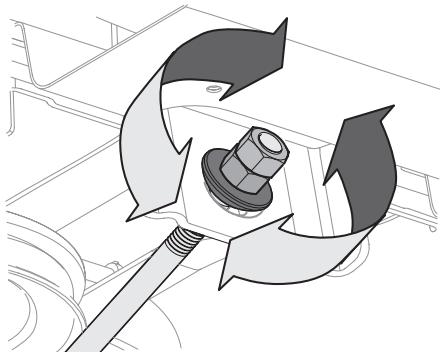

Figure 26
- Pour relever l'avant du plateau de coupe, desserrez l'écrou supérieur, puis resserrez l'écrou inférieur (tournez vers la droite). Voir Figure 26. Après avoir effectué le réglage approprié, serrez l'écrou à un couple de 25 à 30 pi-lb (34 à 41 N-m).
- Pour abaisser l'avant du plateau de coupe, desserrez l'écrou supérieur, puis desserrez l'écrou inférieur (vers la gauche). Voir Figure 26. Une fois le réglage approprié effectué, serrez l'écrou supérieur.